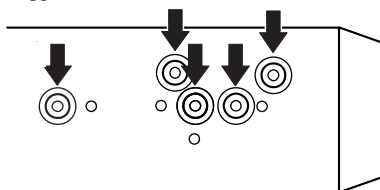
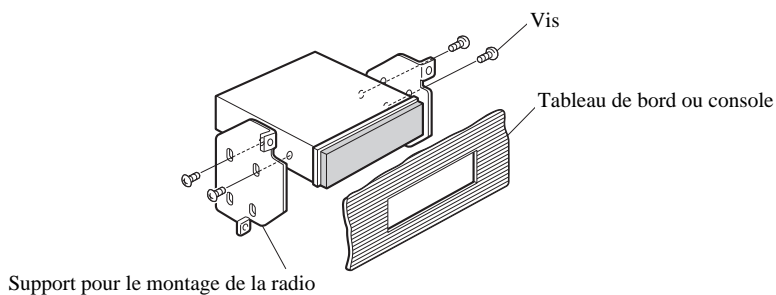

Fig. 16
Fig. 17
2. Fixation de l'appareil au support pour le montage de la radio installée par le constructeur. (Fig. 16) (Fig. 17)